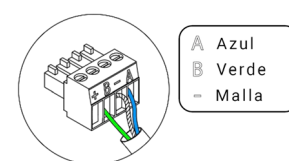

Fig. 73
Para la conexión al bus máquina de la central ② dispone de 1 borna de 4 pines. Fije los cables con los tornillos de la borna respetando el código de colore (Fig. 73). Utilice la malla únicamente en el conector del lado de la central.